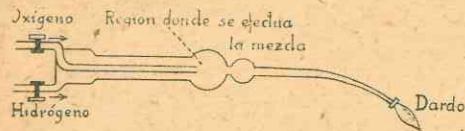

Fig. 77. - Soplete oxhídrico
Soplete oxhídrico. — El H arde con llama pálida, pero muy calorífica (calor utilizado en el soplete oxhídrico, fig. 77).
99. **Aplicaciones.** — Como reductor en los laboratorios; producir la armónica química; inflar globos; alimentar el soplete oxhídrico (fig. 77); para producir la luz Drummond.